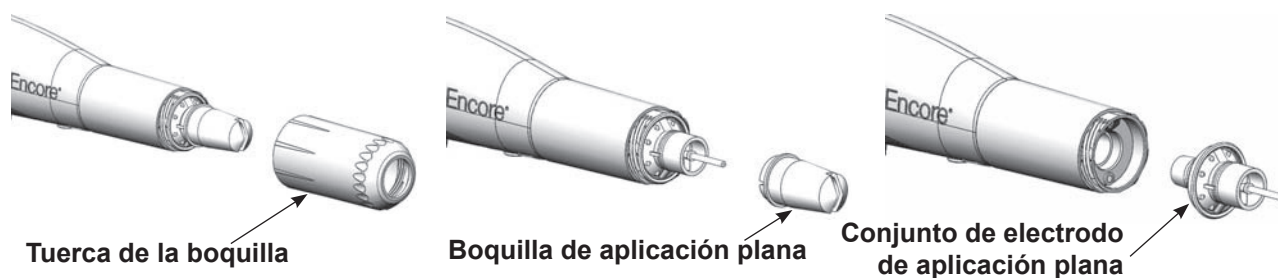

Figura 4-7 Cambio de boquillas de aplicación planas
2. Ver la Figura 4-7. Desenroscar la tuerca de la boquilla en sentido antihorario.